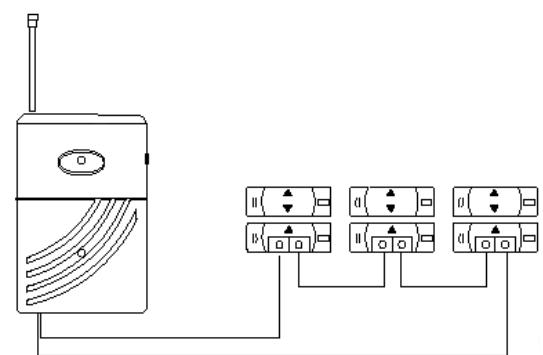

Fig. 4
Sie können weitere Reedkontakte (z.B. MK01) oder auch andere Öffnerkontakte (NC) anschließen. Hierbei müssen die Kontakte in Serie miteinander verbunden werden.(Fig.4)
Vous pouvez raccorder d'autres contacts à lames souples (par exemple MK01) ou d'autres contacts magnétiques en indicateurs d'ouverture (NC). Pour ce faire, les contacts doivent être connectés les uns aux autres en série.(Fig.4)